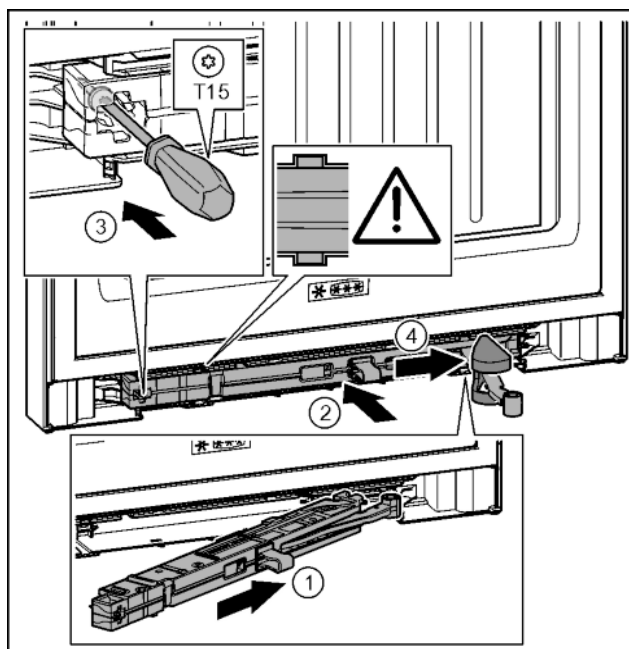

Fig. 45
- ▶ Amortyzator zamykania drzwi po stronie płytki zawiasu wsunąć ukośnie w zagłębienie aż do oporu. *Fig. 45 (1)*
- ▶ Amortyzator zamykania drzwi wsunąć całkowicie w zagłębienie. *Fig. 45 (2)*
- ▶ Śrubę przykręcić przy pomocy śrubokręta T15. *Fig. 45 (3)*
- ▶ Osłonę wsunąć na przegub. *Fig. 45 (4)*